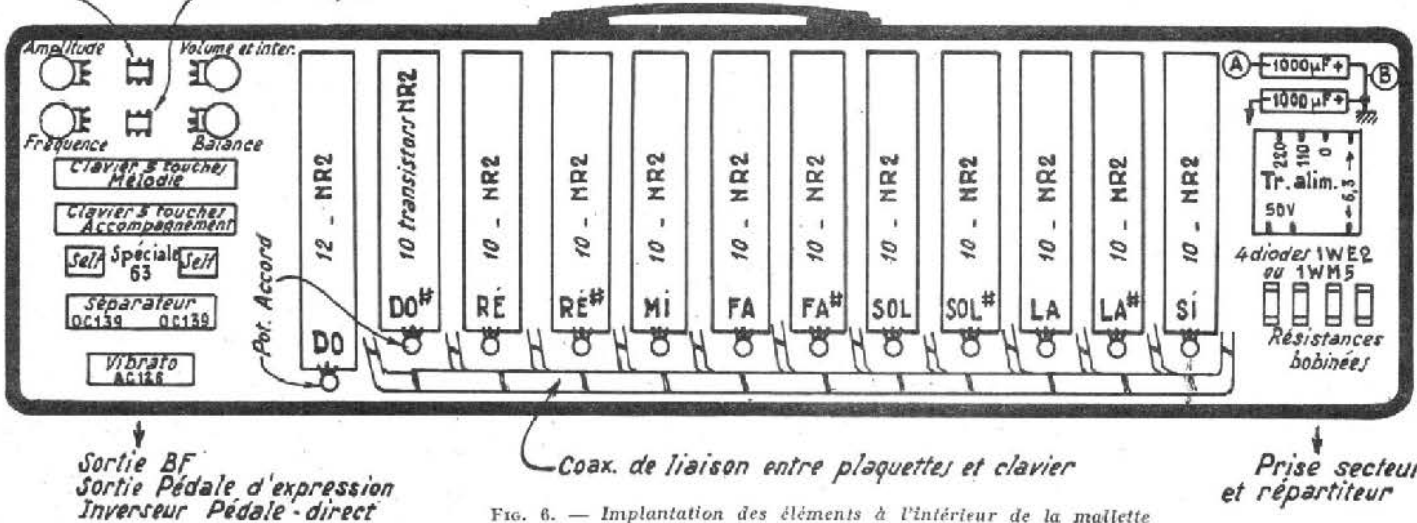

FIG. 6. — Implantation des éléments à l'intérieur de la maquette
La figure 6 montre l'implantation des éléments à l'intérieur de la mallette. On remarque, à gauche, les potentiomètres amplitude vibrato, fréquence vibrato, balance et volume, les inverseurs « coupure clavier » et « octave couplée », le clavier à 5 touches (—, +, I, II, III) **mélodie**, le clavier à 5 touches (—, +, I, II, III) **accompagnement**, les deux selfs spéciales 63, la plaquette séparateur et la plaquette vibrato.
Sur la partie droite du dessin d'implantation des éléments de la figure 6, on remarque l'alimentation secteur dont le plan de câblage est celui de la figure 12. Les figures 13 a et 13 b montrent le câblage des sorties et du répartiteur de tension du secteur.
2) Fixer ces plaquette une fois câblées, sur le dessous du clavier au moyen de deux vis à bois. Respecter l'ordre et le sens des plaquettes (voir la figure 6 d'implantation des éléments).